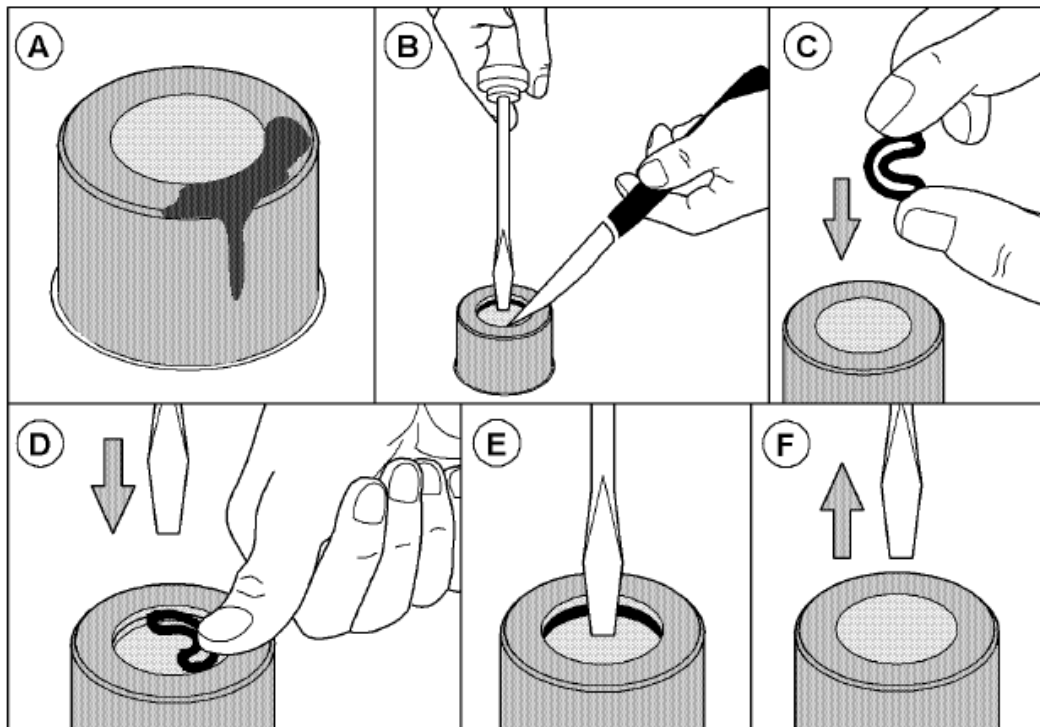

Bild 5: Dichtring wechseln
- Dichtringe wechseln → s. Bild 5